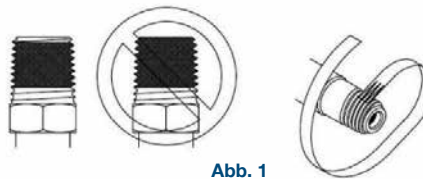

Abb. 1
- 5.5 Das PTFE-Band erst auf dem zweiten Gewindegang aufbringen (siehe Abb.1). Überlappungen auf dem ersten Gewindegang verhindern oder entfernen – Gefahr der Verunreinigung des Reglers. Das PTFE-Band zweilagig aufbringen und fest anpressen.